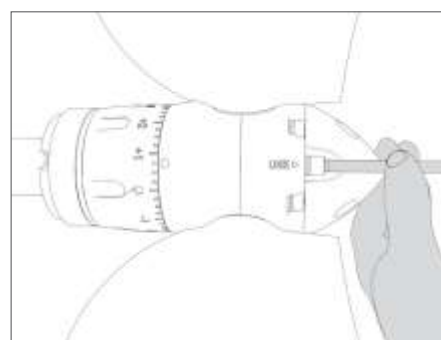

FIG. 27 Serrer la vis d'arrêt
- e) Revisser la vis d'arrêt **F** (Fig. 27) en vérifiant que la vis entre correctement et facilement dans son logement (si la vis a du mal à se visser, jouer avec la bague et visser doucement la vis afin qu'elle rentre correctement dans son logement). La vis de réglage est équipée d'une rondelle anti-dévisage en deux moitiés, attention à ne pas la perdre, il est également recommandé de ne pas serrer la vis de réglage trop fort, max 7 Nm (0,7 Kgm).